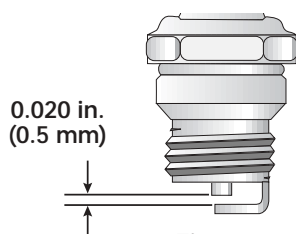

Fig. 34
3. Cambie las bujías que estén rajadas, sucias o deterioradas. Fije la separación de aire a 0,5 mm (0,020 pulgadas) utilizando un calibrador (Fig. 34).